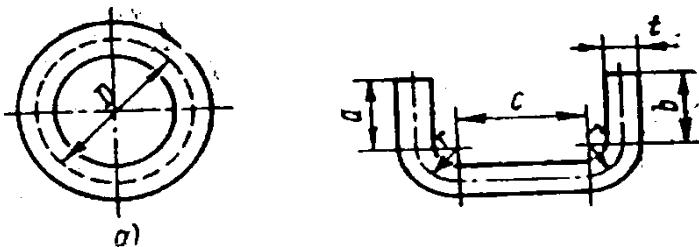

Рис. 5. Определение длины заготовок.
для кольца с наружным диаметром 120 мм (рис.5, а)
8. Определите длину заготовки скобы с закруглениями. (рис.5, б).
9. Определите длину заготовки из стальной полосы толщиной 2 мм и шириной 10 мм для кольца с наружным диаметром 100 мм. (рис. 5,а).